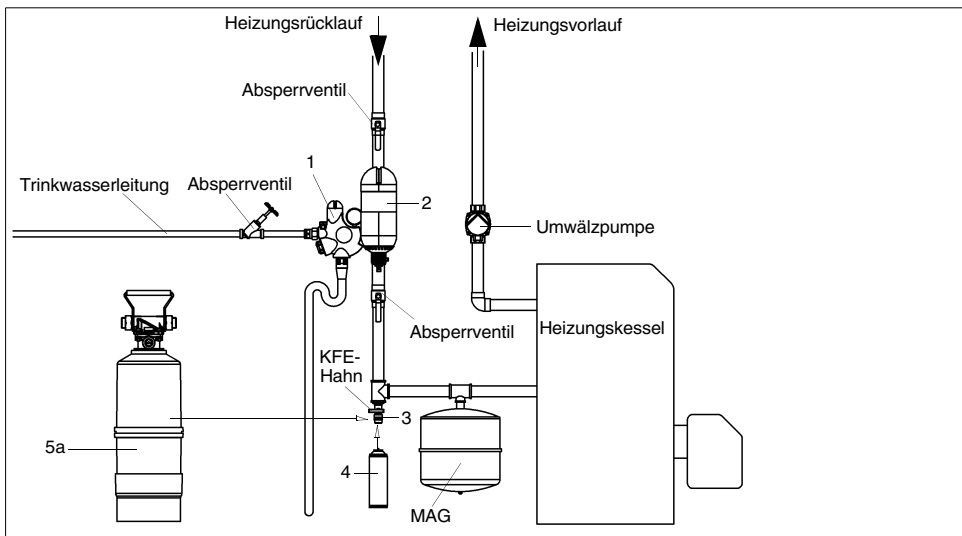

Abb. 2: Schema JUDO HEIFI-TOP mit mobiler Heizungswasseraufbereitung nach VDI 2035
- Die vier Flanschschrauben M6x25 in die Bajonettbohrung am Einbaudrehflansch stecken (siehe Abb. 2 I).
- Den Rückspülfilter im Uhrzeigersinn bis zum Anschlag drehen (siehe Abb. 2 II).